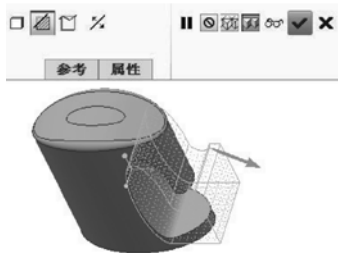

图 7-142 切口实体化操作
- 5 在“实体化”选项卡中单击“切口”按钮，确保刀具操作方向如图7-142所示。